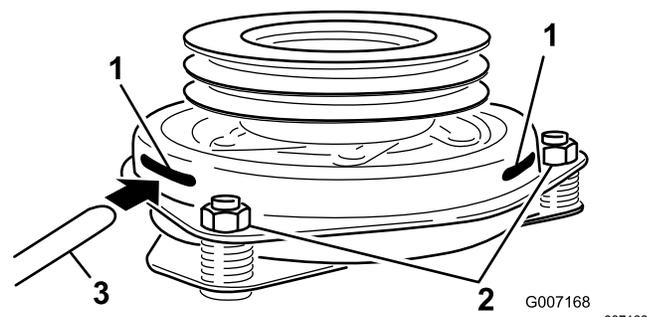

Figura 77
9. Inserite uno spessimetro da 0,381 a 0,533 mm attraverso una scanalatura d'ispezione sul lato del gruppo (Figura 77).
10. Stringete i dadi di bloccaggio fino a fissare leggermente lo spessimetro facendo però in modo di poterlo muovere facilmente all'interno del traferro (Figura 77).